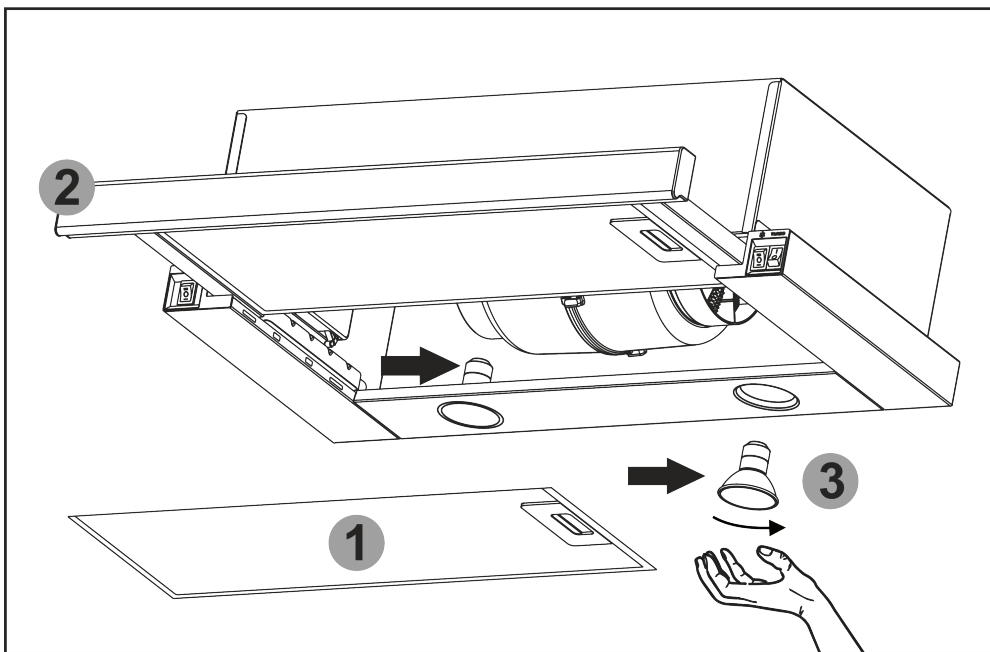

Рис.7
8.9 На витяжці встановленні **HALOGEN** або **LED** (в залежності від модифікації) лампи підсвітки робочої зони плити. Перед початком заміни ламп освітлення необхідно відключити витяжку від електромережі, дати можливість охолонути лампам. Для заміни лампи необхідно зняти алюмінієвий фільтр **1**, витягнути шушляду висувну **2**, віджати тримач патрона на себе, щоб лампа **3** вийшла з корпусу витяжки, утримуючи тримач патрона, злегка надавити на лампу в напрямку патрона і, повернувши її проти годинникової стрілки, вийняти з корпусу витяжки (**рис.7**).